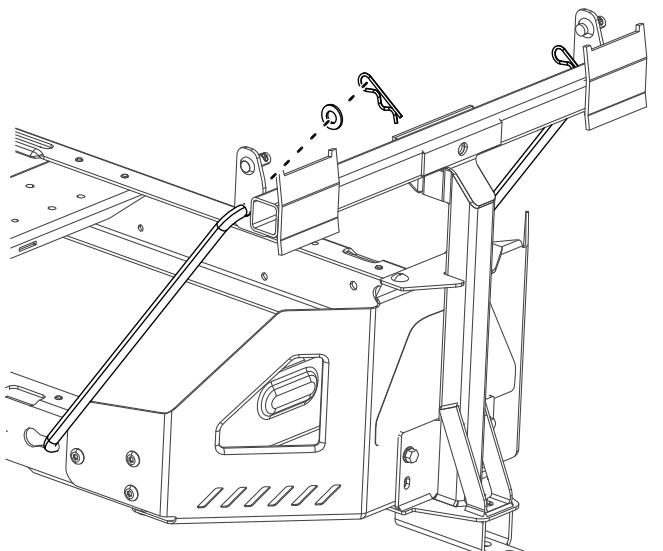

**Figura 11**
3. Pričvrstite okretni ram zadnji deo rama mašine pomoću 2 samourezujuća vijka ( $5/16 \times \frac{3}{4}$ ) kao što je prikazano na Figura 11.